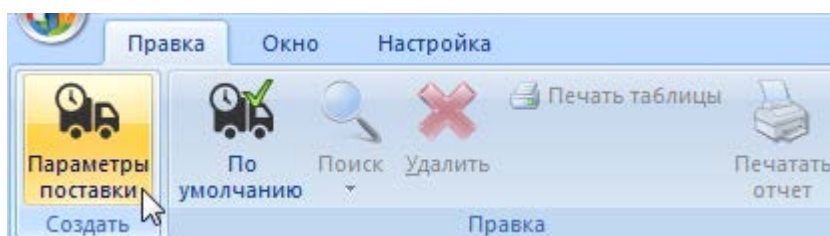

Рис. 9-70 – Вкладка «Правка»
5) Перейти в окно связанных объектов «Параметры поставки» и нажать кнопку «Параметры поставки на панели «Создать» (рис. 9-70).